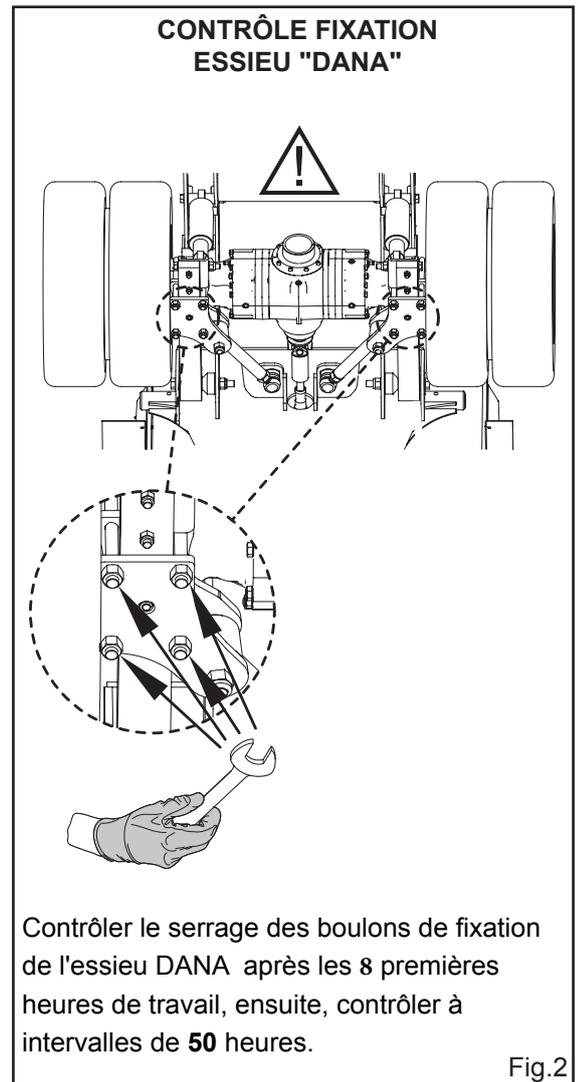

Fig.2
Serrer les vis (31) jusqu'à ce qu'elles buttent contre le plateau de serrage (fig.2)